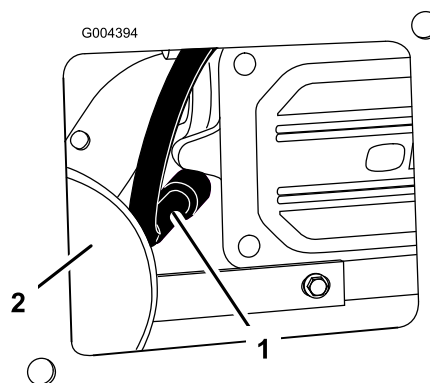

Figura 37
3. Retire el cable de bujía (Figura 37). Limpie alrededor de la bujía para evitar que entre suciedad en el motor y pueda causar daños.
3. Conecte el cable a la bujía (Figura 37).